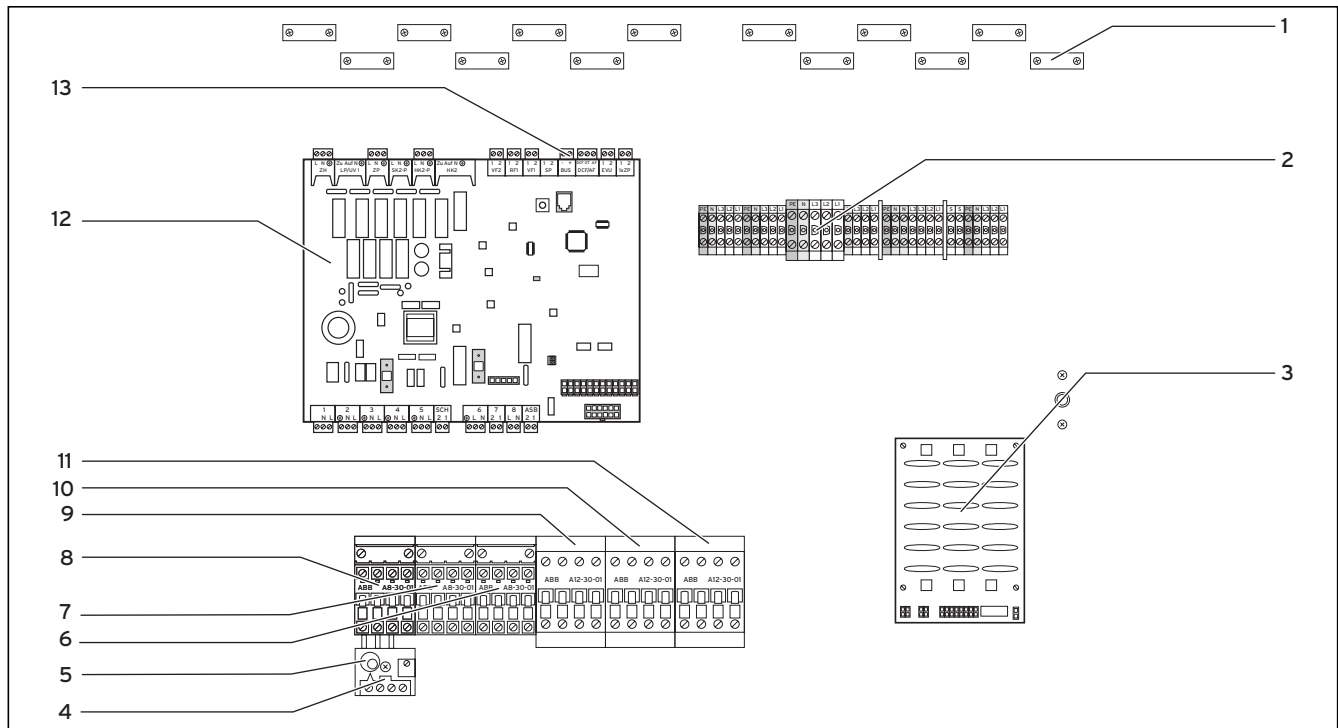

Abb. 5.1 Elektro-Schaltkasten
Je nach Modellvariante kann die hier gezeigte Darstellung des Elektro-Schaltkastens (s. Abb. 5.1) in Details von Ihrer Wärmepumpe abweichen.
Legende zu Abb. 5.1
- Schließen Sie die Tauchpumpe an (7) an.
- Stellen Sie den Motorschutzkontakt für die Tauchpumpe (siehe Abb. 5.1, Pos. 8) entsprechend der Leistung Ihrer Tauchpumpe ein.
- Stellen Sie den Motorschutzkontakt für die Tauchpumpe (siehe Abb. 5.1, Pos. **8**) entsprechend der Leistung Ihrer Tauchpumpe ein.